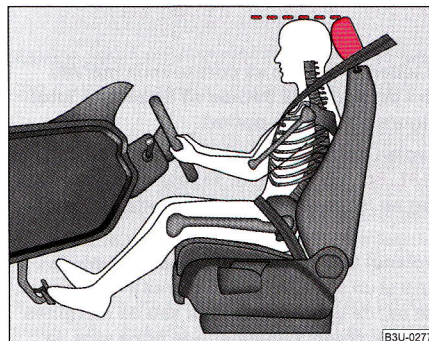

Fig. 153 Reglarea corectă a înălțimii tetierei
- Reglați tetierele astfel încât marginea superioară a tetierei să se afle la aceeași înălțime cu partea superioară a capului dvs. ⇒ **fig. 153**.
- Reglați tetierele astfel încât marginea superioară a tetierei să se afle la aceeași înălțime cu partea superioară a capului dvs. ⇒ pagina 181, fig. 153.